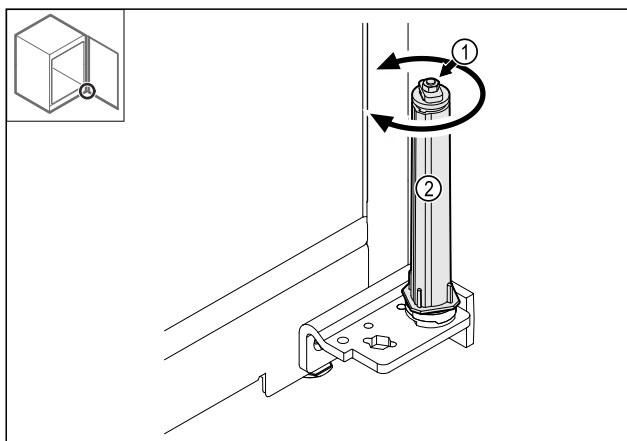

Fig. 41
- ▶ Ärge võtke sulgemissüsteemi keermesliidet Fig. 41 (1) lahti.
- ▶ Keerake sulgemissüsteemi Fig. 41 (2), kuni see klõpsub.